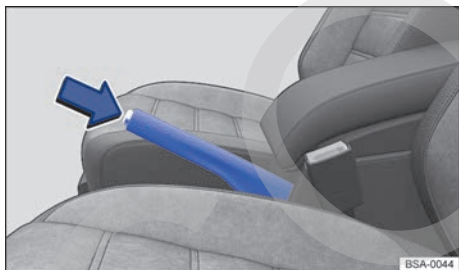

Fig. 116 Entre los asientos delanteros: freno de mano.
- Tire ligeramente de la palanca del freno de mano hacia arriba y presione el botón de bloqueo → fig. 116 (flecha).
- Lleve la palanca del freno de mano hacia abajo. El testigo de control (P) del cuadro de instrumentos se apaga. Si el testigo no se apaga, el freno de mano no se ha soltado del todo.